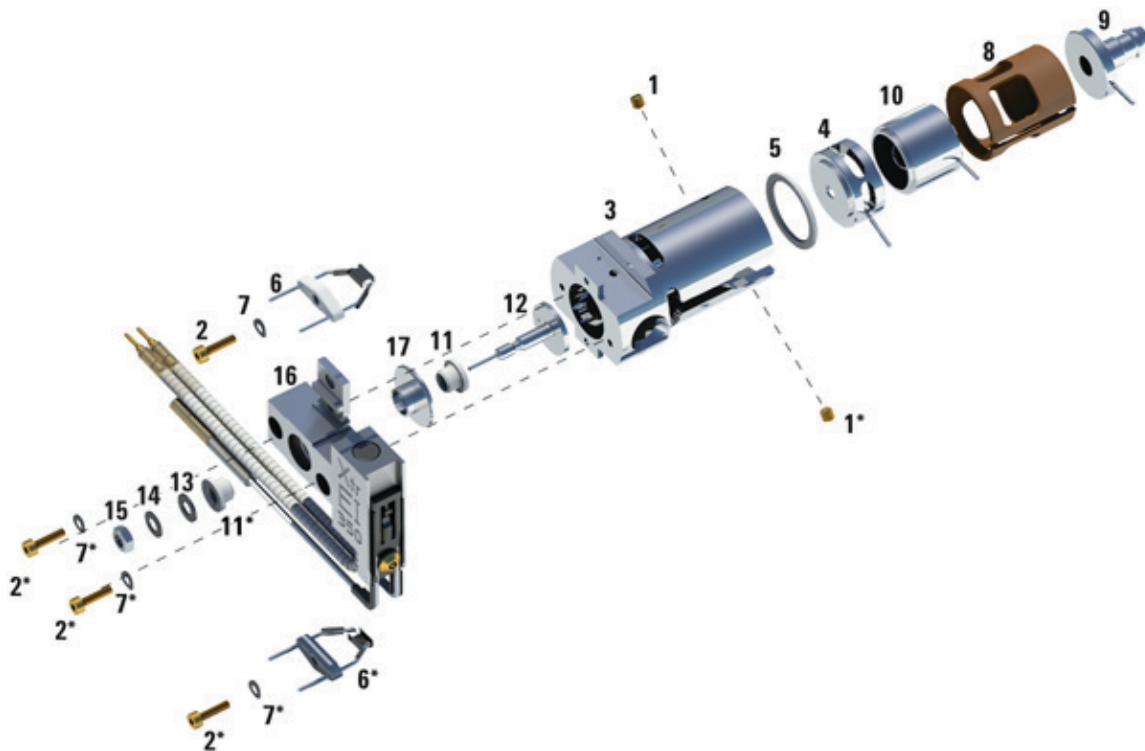

Figure 59. Montage de la source EI XTR
Se reporter à la vue éclatée des pièces et à la liste des pièces de la source EI XTR en suivant cette procédure. (Voir **Figure 59** et **Tableau 18** page 210).
- 1 Monter la lentille de focalisation d'ions, la lentille d'entrée étendue et l'isolant de lentille. (Voir **Figure 59** et **Tableau 18** page 210).
- 2 Fixer l'isolant de lentille d'extracteur sur la lentille d'extracteur et les faire coulisser dans la source. (Voir **Figure 59** page 210.)
Tableau 18 Liste des pièces de la source EI XTR (Figure 59)
Tableau 18 Liste des pièces de la source EI XTR (Figure 59) (suite)